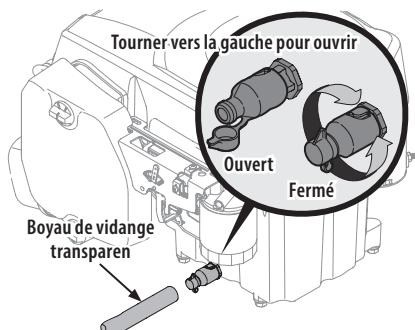

Figure 29
4. Retirez le capuchon protecteur de la soupape de vidange (Figure 29).